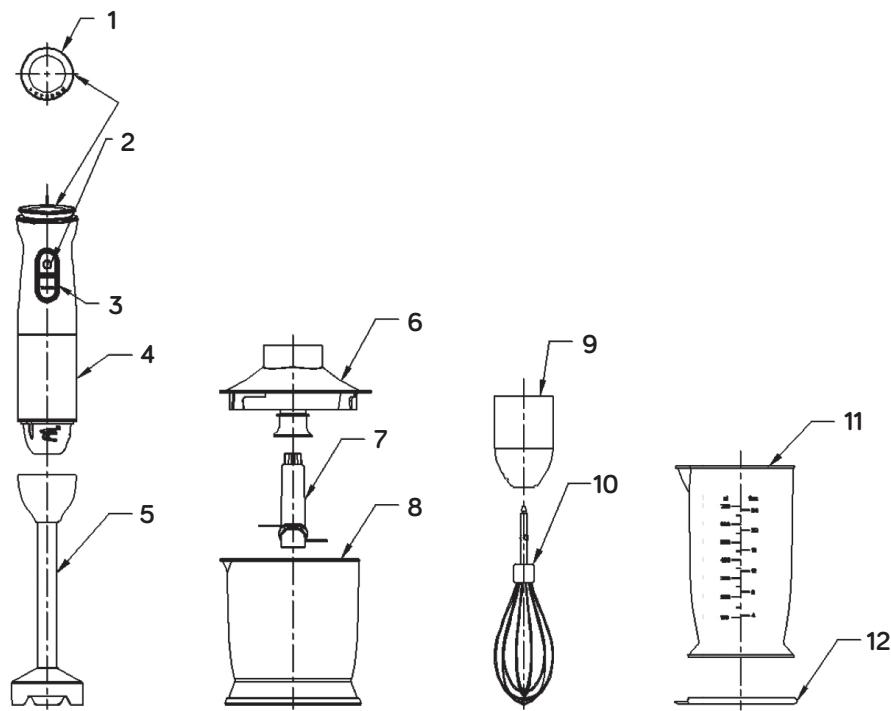

FIG. 1
- 1- Instalar la cuchilla de mezclado girándola hasta quedar fijada en la unidad principal (Fig. 1)